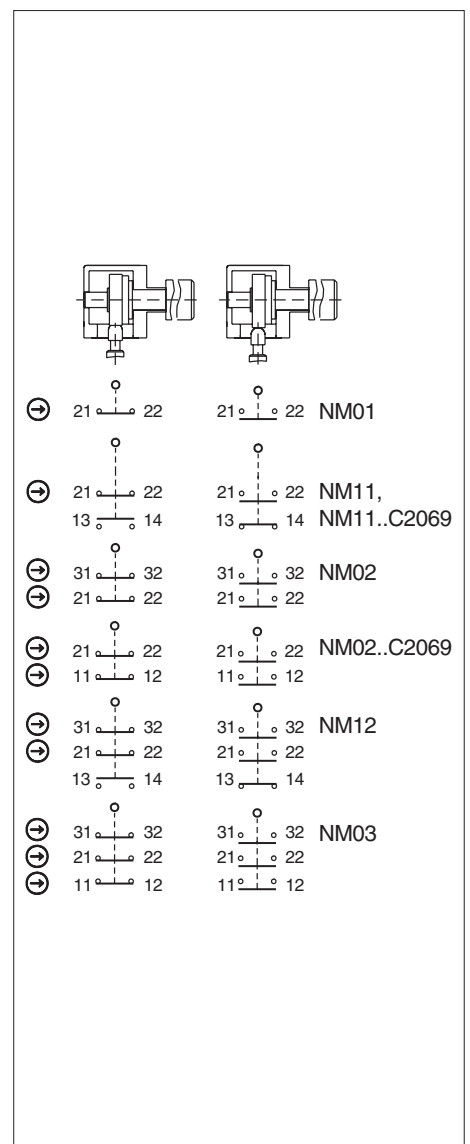

Fig. 3: Elementos interruptores y funciones de conmutación
Debe usarse como mínimo un contacto (→). Este señala la posición del resguardo (para la asignación de contactos, consulte la Fig. 3).
3. Apriete las conexiones y bornes con 0,5 Nm (para la asignación de contactos, consulte la Fig. 3).